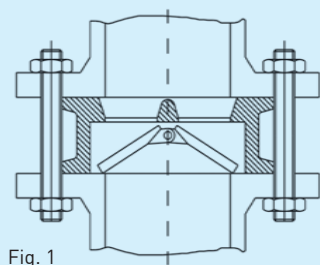

Fig. 1
El diámetro de las bridas debe ser superior al valor mínimo (C) que figura en las tablas de dimensiones de las válvulas de retención doble plato ruber-check. Si el diámetro interior de las bridas fuese inferior al que se indica, los platos de la válvula no podrían realizar su función de apertura (ver fig.1)